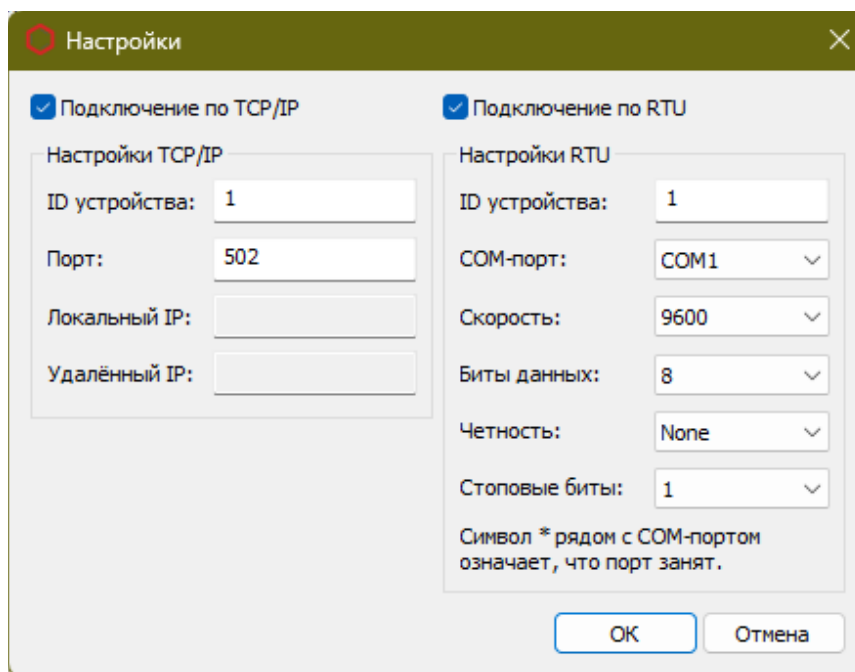

Рис. 6. Окно «Настройки»
1. В основном окне нажмите **Настройки**. Откроется окно *Настройки* (Рис. 6).